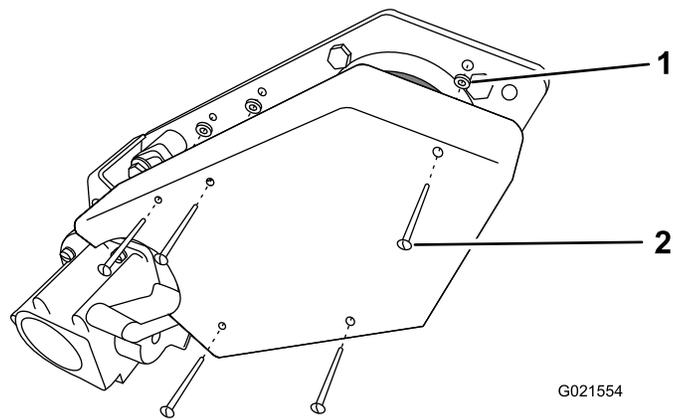

Figura 31
2. Retire los 5 tornillos que sujetan el protector de la correa a la chapa de montaje de la correa (Figura 31).
8. Instale el protector de la correa con los 5 tornillos y las arandelas de plástico (Figura 31).
7. Instale el protector de la correa con los 5 tornillos y las arandelas de plástico (Figura 31).